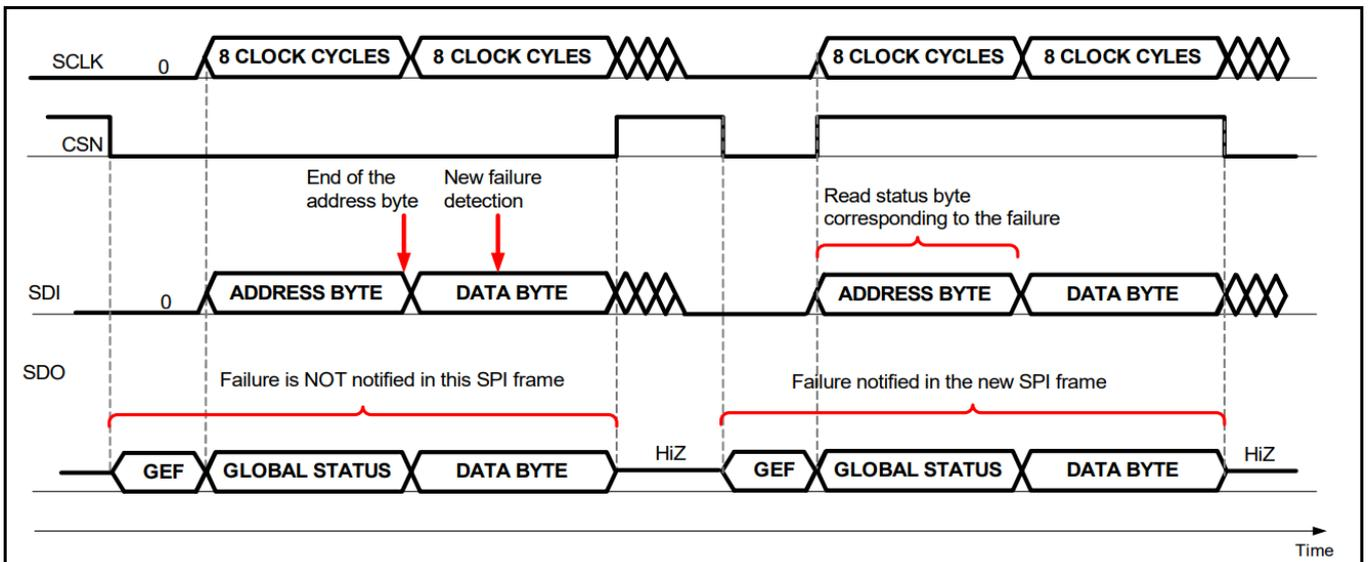

图 23 数据字节传输过程中状态寄存器变化 - 独立从机配置示例
如果在传输数据字节之后（即最后一个地址字节结束到CSN上升沿之间）发生故障，该故障会在下一个SPI帧中报告（参见图23中的示例）。
- 当前SPI帧的数据字节报告。参见图23。